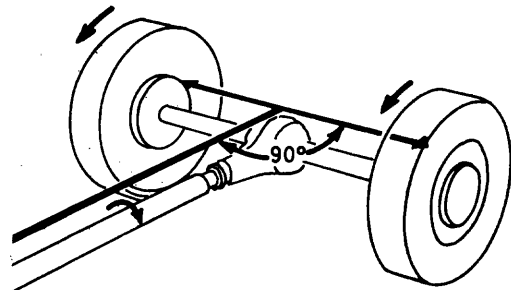

Fig. 5
- Cambiar la dirección del movimiento de rotación transmitido por el eje cardán a 90° , por medio de un juego de engranajes, a los semiejes y ruedas (fig. 5).